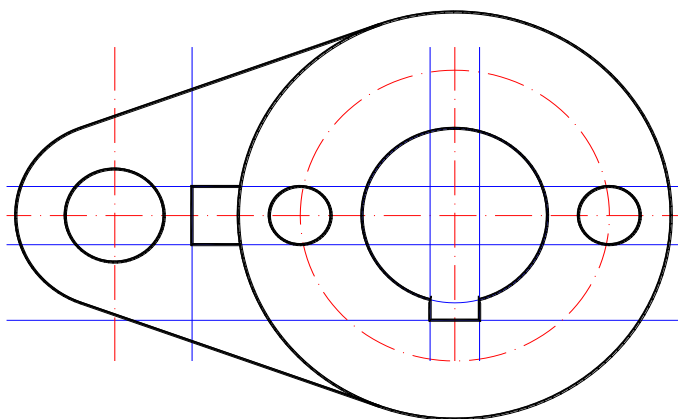

Рис.7
**ПОЛИЛИНИЯ**  (Лента: вкладка Главная → панель Рисование): построить линейные и дуговые сегменты, точки задать с помощью объектной привязки **пересечение**. Обводку дуги удобнее выполнить против часовой стрелки. Контур ребра жесткости так же выполнить командой **ПОЛИЛИНИЯ**, рис. 7.